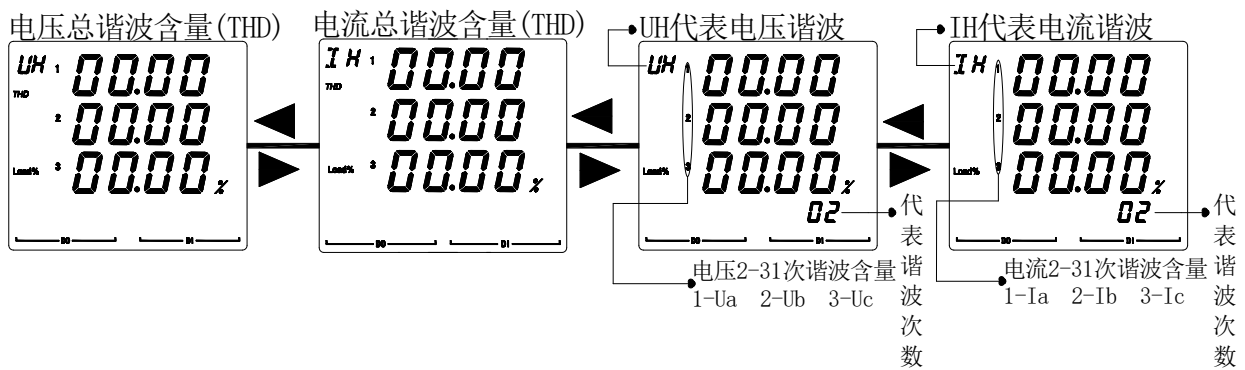

图 23
5.2.5 查看 PZ72L/80L/96L 仪表的谐波参数步骤如图 23 所示